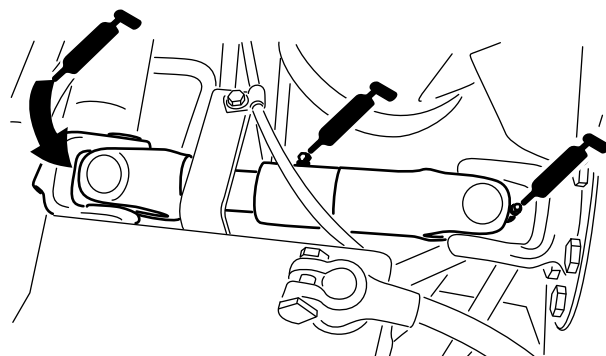

Figura 45
- Giunto ad U del semiasse fra motore e pompa (3) (Figura 45)